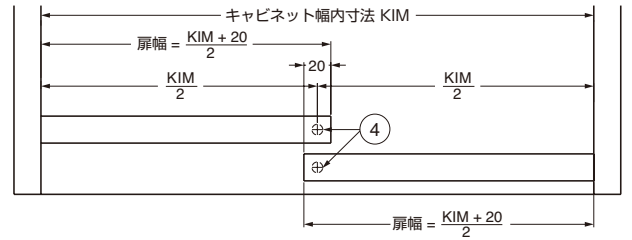
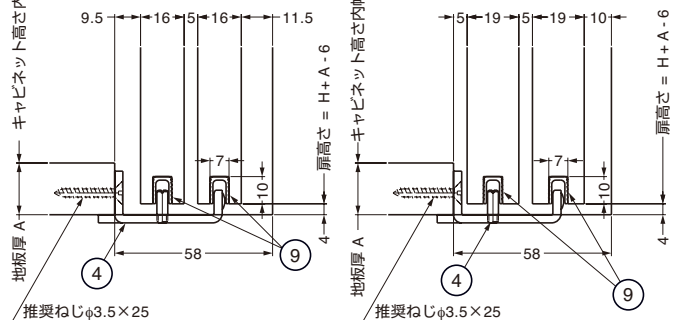

図 1-1-1
図 1-1-3
1.1 寸法の表し方 (図 1-1-1～図 1-1-3)
(1) キャビネットの天板の厚みは、25 mm 以上です (図 1-1-3)。
(2) 扉の寸法
②上レール(⑦または⑧)を固定します。
- (1) 上レール(⑦または⑧)にローラー①とストッパー②を通しておいてください。
- (2) ストッパー②は動かないように粘着紙テープ等で仮止めしておいてください。
- (3) 上レール(⑦または⑧)をキャビネットの天板に固定してください(図1-1-3)。